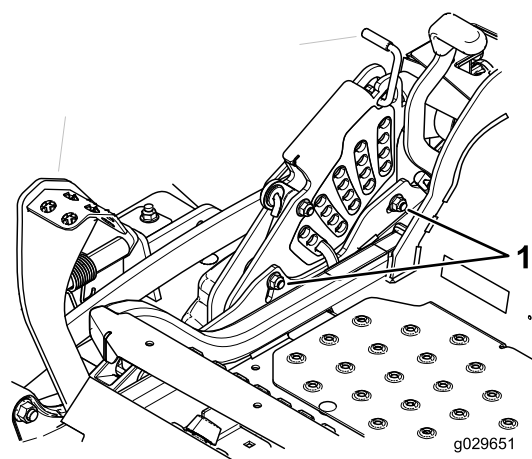

Figure 94
11. Pour régler le système monopoint, desserrez les 2 boulons au bas de la plaque de hauteur de coupe (Figure 94).
13. Serrez les 2 boulons au bas de la plaque de hauteur de coupe (Figure 94). T